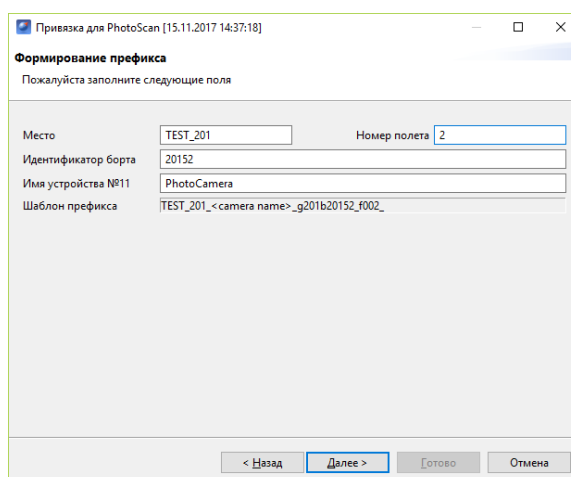

Рис. 121: Создание префикса
7. Следующим шагом следует создать префикс для файлов снимков и привязки. Для этого необходимо указать номер полета в следующем окне и при желании изменить название места, которое берется автоматически из названия проекта, как и номер борта (рис. 121).